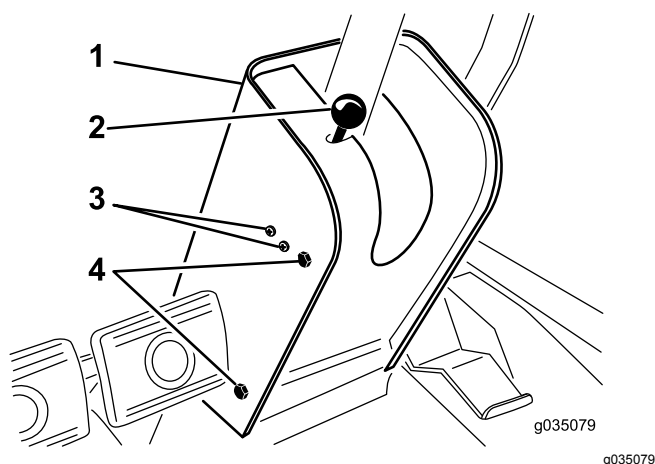

Bild 73
2. Nehmen Sie das Handrad von der Feststellbremsstange und die Schrauben von der Abdeckung der Lenksäule (**Bild 73**).
4. Lösen Sie die Schrauben und Muttern, mit denen der Schalter für die Feststellbremse links an der Lenksäule befestigt ist (**Bild 73**).